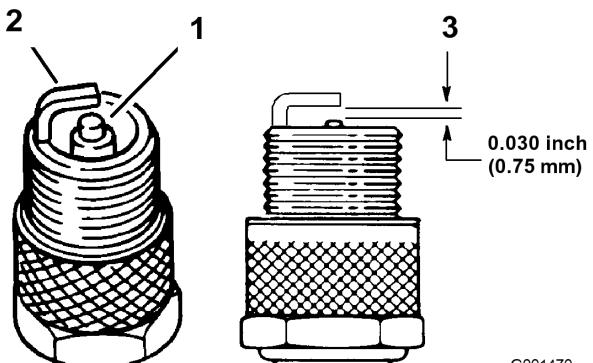

Figura 28
- Mire la parte central de las bujías (Figura 28). Si se observa un color gris o marrón claro en el aislante, el motor está funcionando correctamente. Si el aislante aparece de color negro, significa que el limpiador de aire está sucio.
- Compruebe la separación entre los electrodos central y lateral (Figura 28). Si la distancia no es correcta, doble el electrodo lateral (Figura 28).
- Conecte los cables a las bujías (Figura 28).